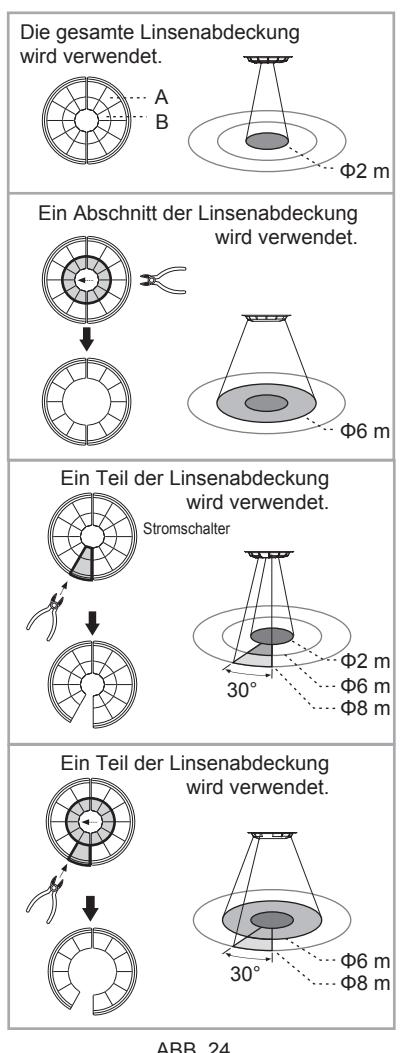

ABB. 24
4.2.3.2 Entfernen Sie nach erfolgter Auswahl des gewünschten Erfassungsbereichs die nicht länger benötigten Sektionen der Linsenabdeckung (siehe ABB. 24).
- Der schattierte Teil von ABB. 24 zeigt den Erfassungsbereich, der durch das Entfernen von Sektionen der Linsenabdeckung freigelegt wird.